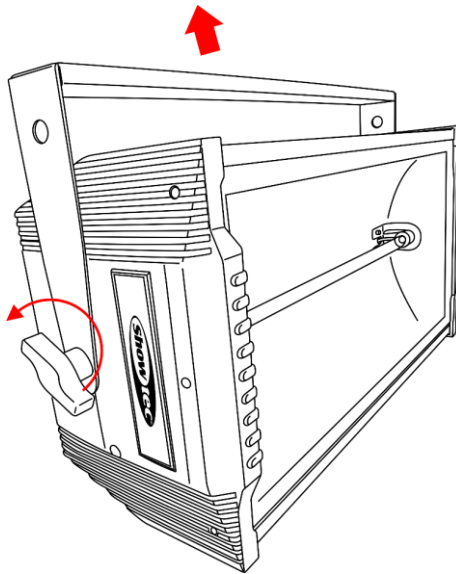

Fig. 03
- 02) Extraiga el soporte (Fig. 03).